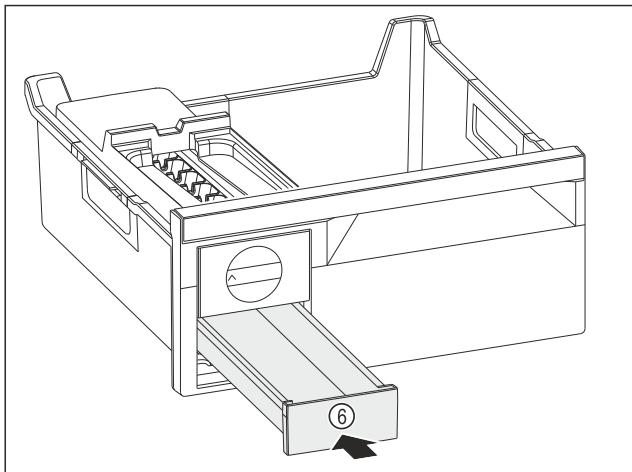

Fig. 141
- Inserați sertarul pentru cuburi de gheăță Fig. 141 (6).